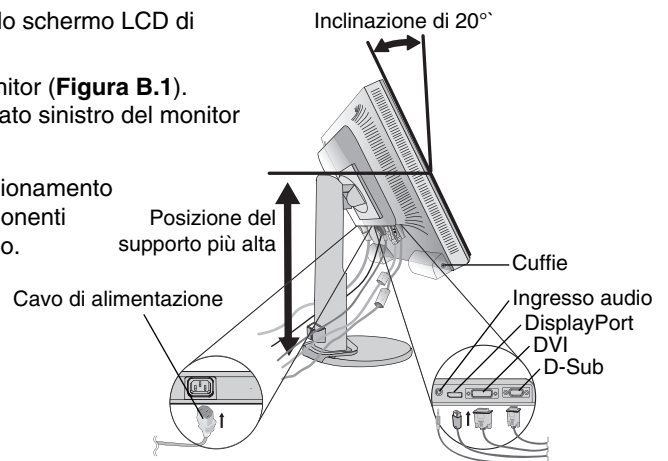

Figura B.1
4. Collegare tutti i cavi al connettore appropriato sul retro del monitor (**Figura B.1**). Collegare le cuffie (non incluse) al connettore appropriato sul lato sinistro del monitor (**Figura B.1**).